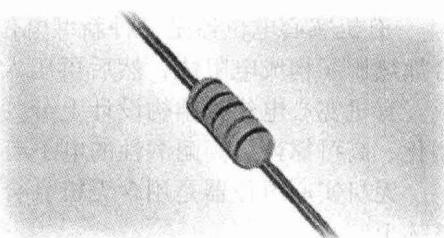

图1-7 线绕电阻器
5. 线绕电阻器 线绕电阻器的外形如图1-7所示，它是将电阻线绕在耐热瓷体上，表面涂以耐热、耐湿、无腐蚀性的阻燃涂料而制成的。